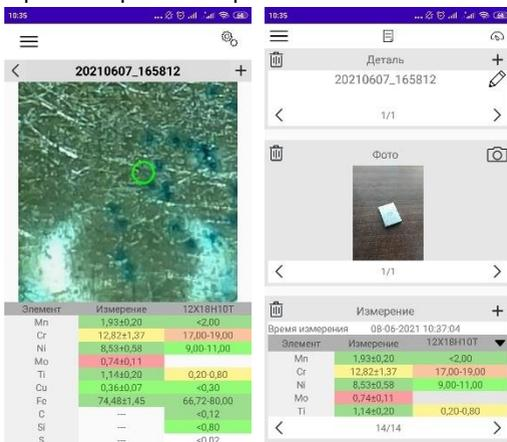

Рисунок 18 Работа мобильного приложения
4.5.2.1.3. Кнопка «Фото перед измерением» позволяет сразу до измерения сделать фото исследуемого образца, нажимая на курок спектрометра (перед измерением удерживайте курок – смартфон перейдет в режим фотоаппарата, убедитесь, что на фото попадают все необходимые элементы и надписи, отпустите курок. Теперь проведите обычное измерение сфотографированного образца. В мобильном приложении LisMobile создастся запись измерения с прикрепленной фотографией (Рисунок 18).